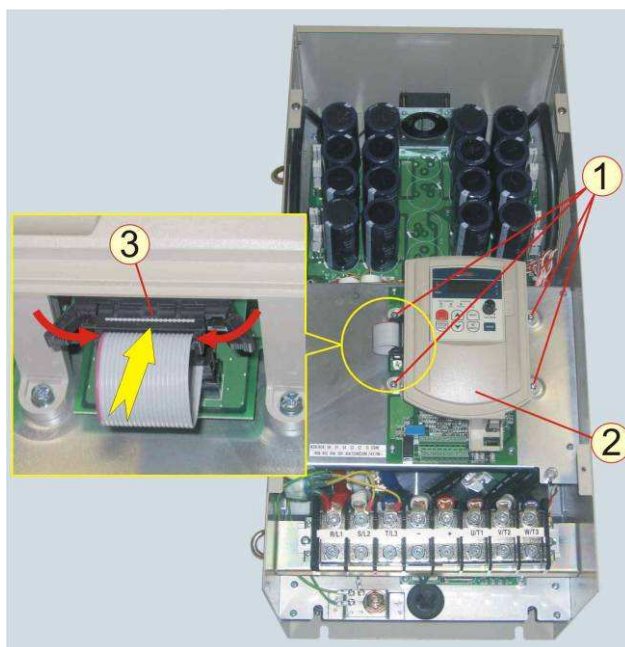

Рисунок 7.7 – Установка стойки пульта:
7.4.4 Взять стойку пульта 2, установить ее на панель, вкрутить четыре винта 1 (рисунок 7.7).
7.4.5 Соединить розетку кабеля пульта с разъемом 3 на стойке пульта, при этом фиксаторы разъема должны сомкнуться (рисунок 7.7).